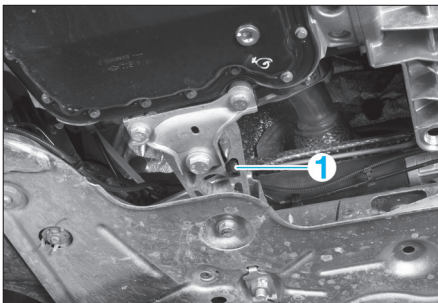

FIG. 10
- Désaccoupler de l'élément de suspension, la rotule inférieure de la biellette (14) de barre stabilisatrice.
- Desserrer les vis supérieures (3) des tirants (12).
- Déposer le tirant anti-basculement (1) (fig. 10).